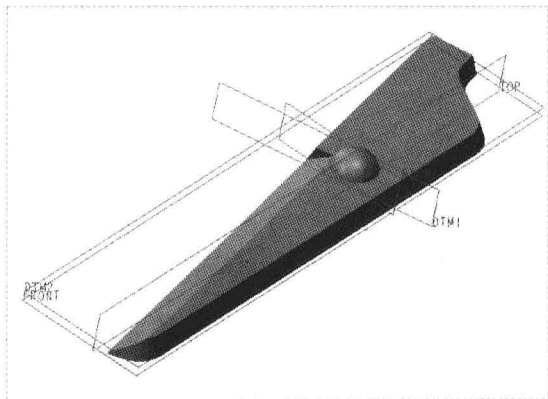

图 15-65 新建平面 2
Step 16 按【Enter】键确认，单击“确定”按钮，即可新建一个名为 DTM2 的平面，如图 15-65 所示。